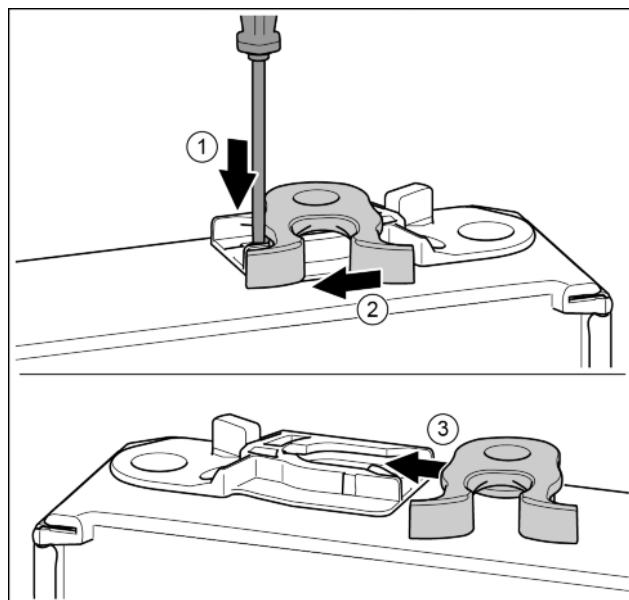

*Fig. 18*
- ▶ Sejměte kryt a připevněte jej na druhé straně. *Fig. 18 (1)*
- ▶ Nasadte stojan ložiska na druhé straně a přišroubujte pomocí šroubováku T25. Začněte šroubem 2 dole uprostřed. *Fig. 18 (2)*
- ▶ Pevně utáhněte šroub 3 a 4. *Fig. 18 (3, 4)*
- ▶ Zcela vložte ložiskový čep. Přitom dávejte pozor, aby zajišťovací vačka směřovala dozadu. *Fig. 18 (5)*